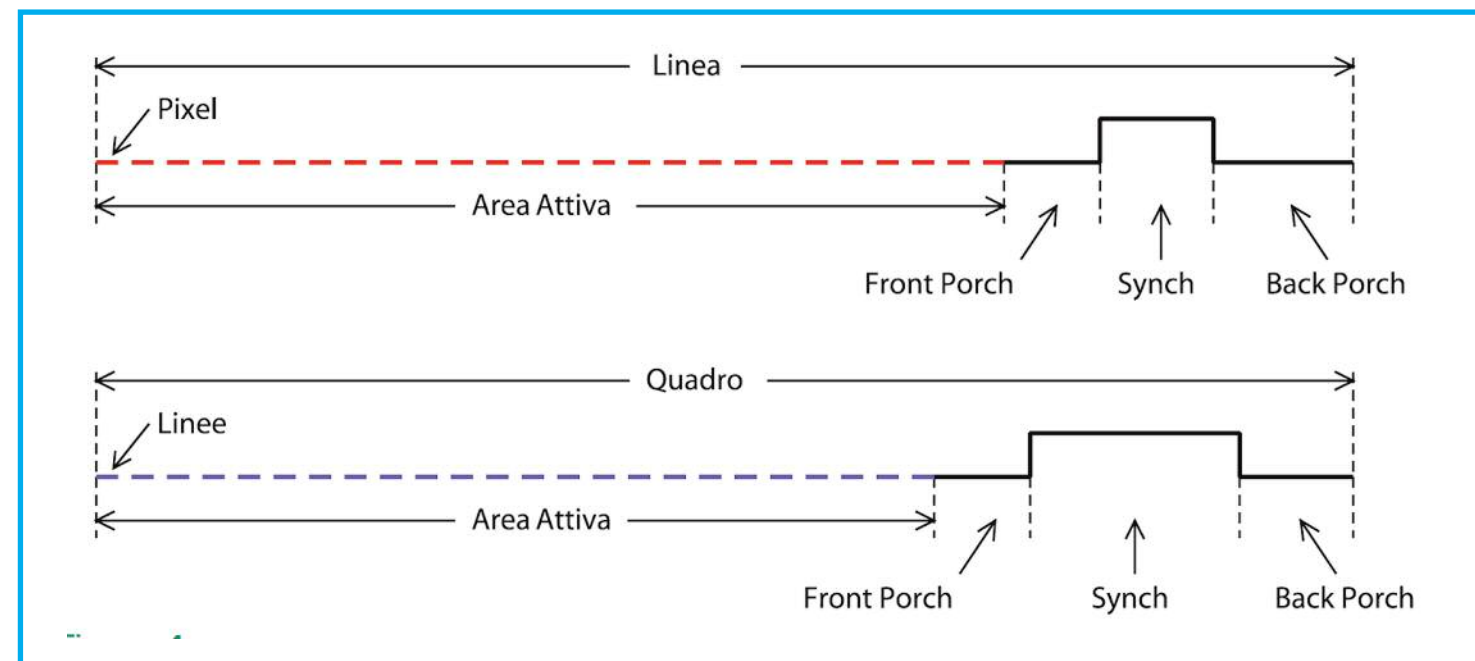

Figura 4: Temporizzazione orizzontale (in alto) e verticale (in basso)
Le temporizzazioni orizzontali e verticali di un segnale VGA sono schematizzate in Figura 4. Si può notare come la temporizzazione orizzontale (H) e quella verticale (V) siano abbastanza simili, anche se su scale temporali diverse (il segnale verticale è molto più lento). In entrambi i casi è presente una “zona attiva”, in cui sono presentati alle uscite i valori di colore associati a ciascun pixel, o le varie linee. Terminata la zona attiva si ha un intervallo chiamato “piedistallo anteriore” (“Front Porch”), poi l’impulso di sincronismo, ed un “piedistal-